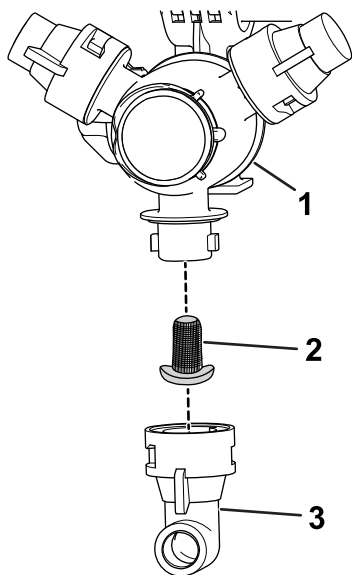

Figura 16
2. Retire la boquilla de la torreta de fumigación (Figura 16).
3. Retire el filtro de la boquilla (Figura 16).
5. Instale el filtro de la boquilla (Figura 16).
6. Instale la boquilla en la torreta de fumigación (Figura 16).